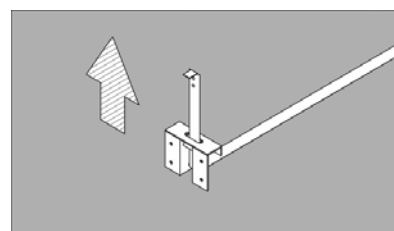

図 12
5. コンベックスガイドからコンベックスを抜き取ります。（図 12）